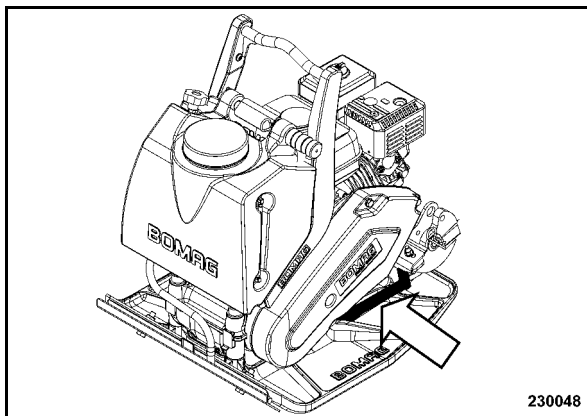

рис. 32
**Не использовать расположенные сбоку ручки (рис. 32) для подъема машины.**